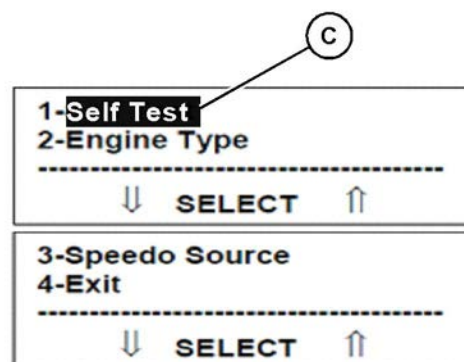

Ilustración 111
Para ingresar al menú de configuración, oprima los botones (A) y (B) mientras activa el encendido. Una vez que esté en el menú de configuración, al oprimir los botones (A) o (B), se moverá la selección resaltada hacia arriba o hacia abajo en la lista, según lo indicado por las flechas (ilustración 111). El elemento resaltado (C) se selecciona cuando se oprimen los botones (A) o (B) al mismo tiempo.